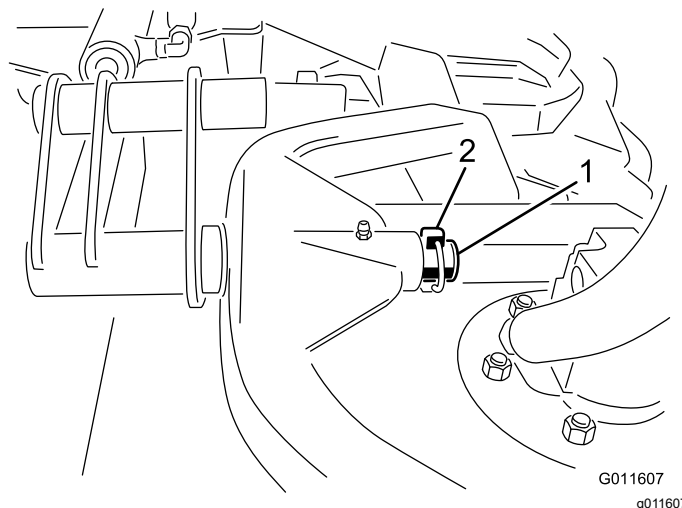

Figura 4
3. Desplace el bastidor de tiro de la carcasa sobre la barra de giro del brazo de elevación y fíjelo con el pasador de seguridad (Figura 4).